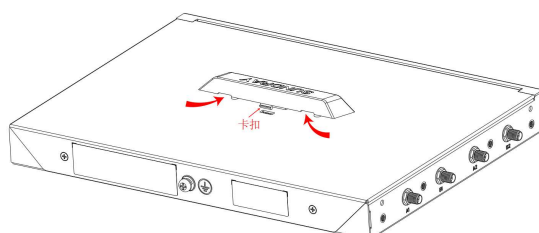
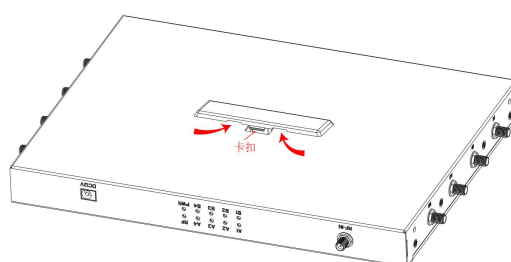

图 3-2 外网 AP（EAP-680）保护盖拆卸示意图
图 3-3 功分单元（RRU-683）保护盖拆卸示意图
①用一字螺丝批沿图示方向在缺口位置将保护盖撬开，使设备露出连接器部分。如图 3-2、图 3-3 所示。